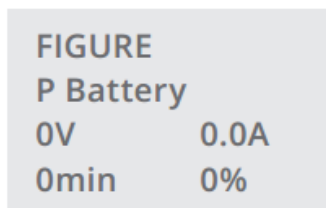

Рис. 11: Батареи
- постоянного тока на положительном и отрицательном плече аккумуляторной группы, проценте заряда и примерном времени автономной работы (рис. 11 и 12),